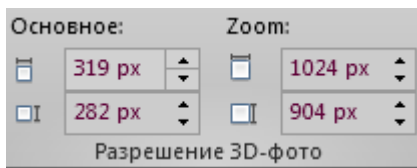

Рисунок 15
2. Установите необходимое разрешение 3D-фотографии (рис. 15).